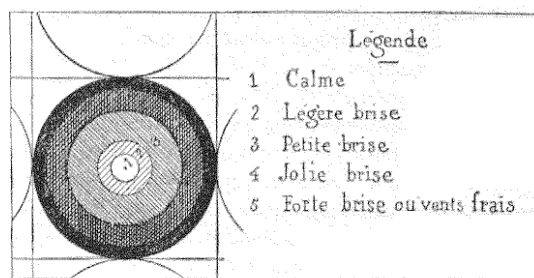

Fig. 9. — Intensité absolue des vents (cartes françaises)
M. le lieutenant de marine Brault, qui a dressé les cartes françaises de navigation pour l'Atlantique, a construit également une carte donnant à l'aide de cercles à zones concentriques, l'intensité absolue, sur un espace de 5° en latitude et longitude, des vents dans l'Atlantique par période de trois mois (fig. 9). Nous n'insistons pas ici sur la magnifique travail de M. Brault, parce qu'il sera prochainement signalé à nos lecteurs d'une façon très-complète.